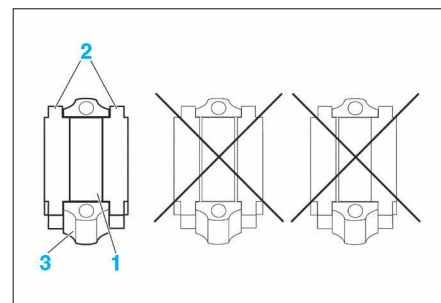

FIG. 69
- Monter les segments huilés sur les pistons en commençant par le segment racleur (6) puis celui d'étanchéité (7) et enfin le segment coup de feu (8) en plaçant les marquages "Top" vers la tête du piston. Tiercer les segments à 120°, en les décalant par rapport à l'axe de piston et à la coupe du segment racleur.
- Monter dans leur chapeau, les coussinets (1) huilés suivant la classe déterminée pour chaque maneton. Ils doivent parfaitement être centré sur la bielle (3) et le chapeau. Utiliser pour cela l'outil (2) PSA 0194.P (Fig. 69).